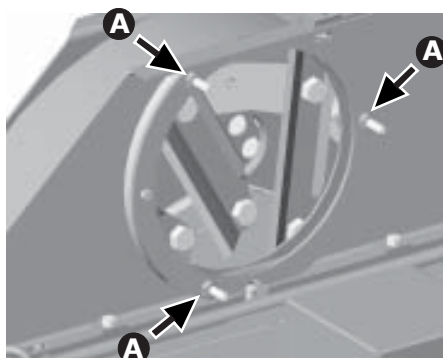

fig.64
1. Aperte as três porcas de regulagem **B** até o fim do parafuso, até encostarem na chapa (fig.64).